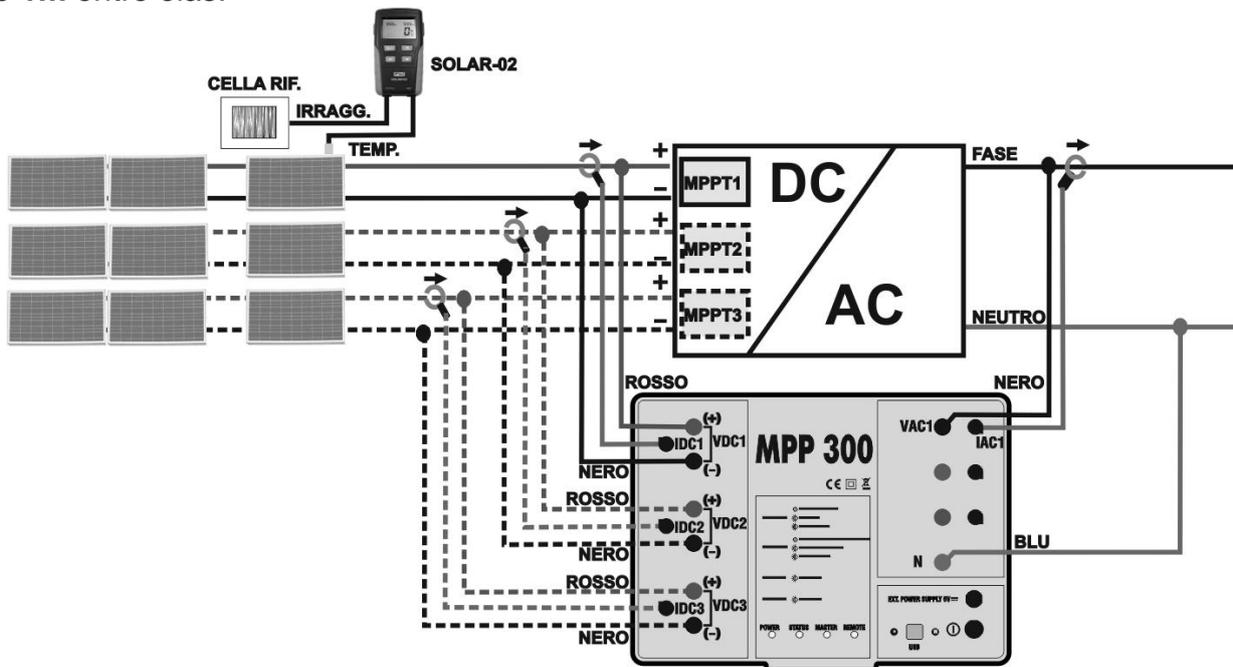
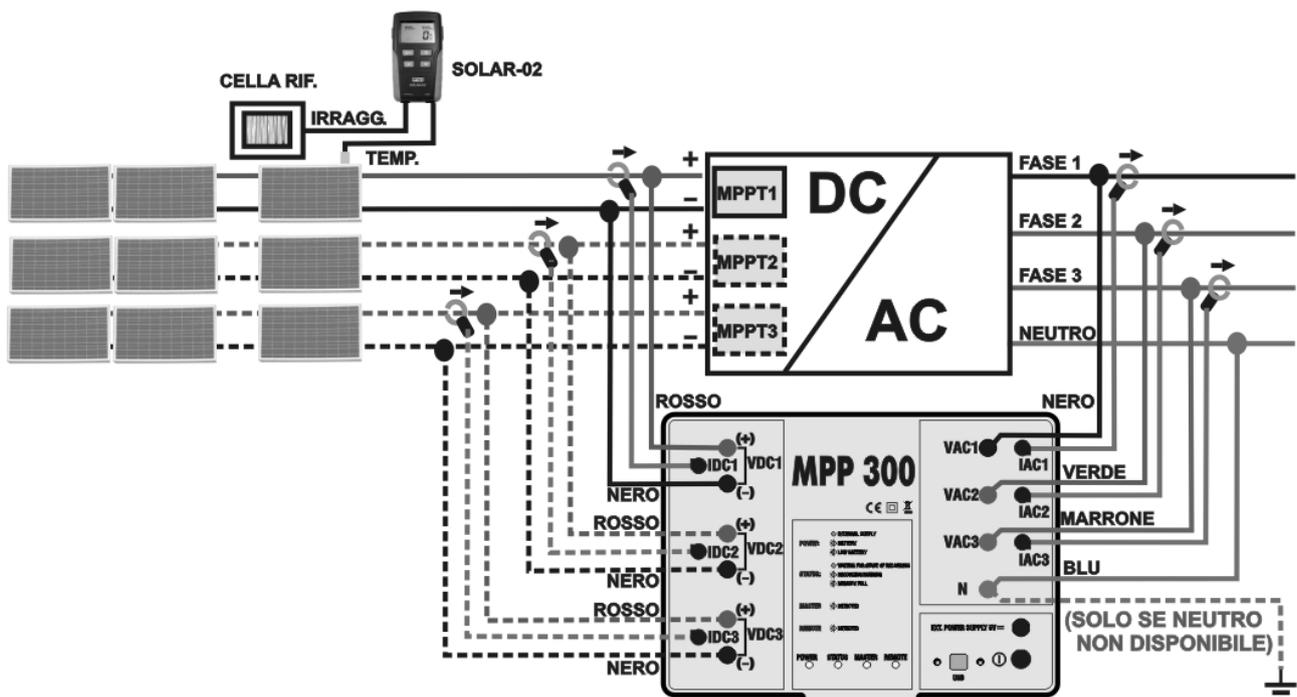

Fig. 5: Ligação do MPP300 para o teste de uma instalação FV Monofásica
Fig. 6: Ligação do MPP300 para o teste de uma instalação FV Trifásica
7. Ligar as entradas **VCC1(+)** e **VCC1(-)** da unidade **MPP300** aos terminais de saída da bateria de painéis (stringa) respeitando as polaridades e as cores indicadas na Fig. 5 ou Fig. 6.
10. Inserir a pinça de corrente CC no condutor positivo na saída da bateria de painéis (string) **respeitando o sentido da seta** existente na referida pinça conforme o indicado na Fig. 5 ou Fig. 6. Colocar o toróide da pinça o mais afastado possível do inverter e do condutor negativo na saída da referida bateria de painéis (string).
12. Ligar as entradas **VCA1** e **N** da unidade **MPP300** respetivamente aos condutores de Fase e Neutro respeitando as polaridades e as cores indicadas na Fig. 5 ou Fig. 6. No caso de instalações trifásicas em que o condutor do Neutro não esteja disponível, ligar a entrada **N** à Terra.
14. Ligar a pinça CA ao condutor da Fase L1 **respeitando o sentido da seta** existente na referida pinça conforme o indicado na Fig. 5. ou Fig. 6. Colocar o toróide da pinça o mais afastado possível do inverter e do condutor do Neutro. Ligar a saída da pinça à entrada **ICA1** do MPP300.